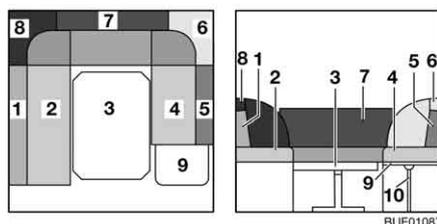

Fig. 98 Durante la transformación
- Introducir el apoyo (Fig. 98,10) en el alojamiento en la prolongación del armazón de la cama.
- Quitar los cojines del respaldo (Fig. 98,1, 5, 6, 7 y 8) y ponerlos a un lado.